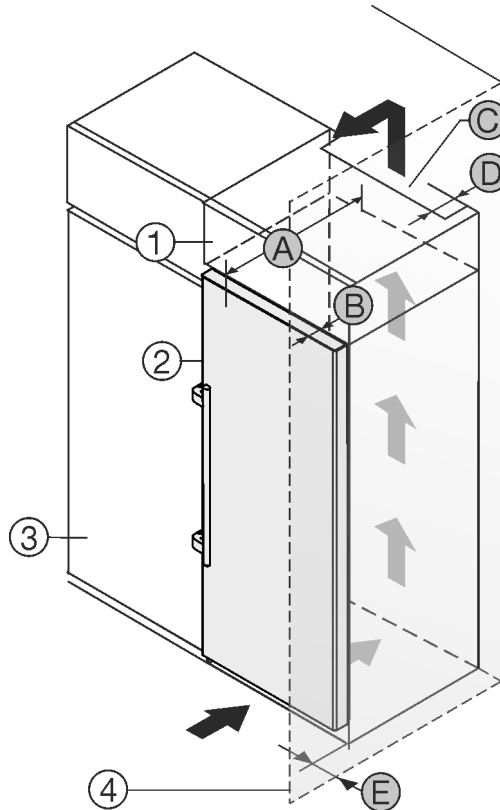

Fig. 1
- (1) Nadstavná skriňa
- (2) Zariadenie
- (3) Kuchynská skriňa
- (4) Stena
- (A) Hĺbka zariadenia
- (B) Hĺbka dvier
- (C) Prierez vetracieho otvoru
- (D) Vzďialenosť zadnej strany zariadenia
- (E) Vzďialenosť od boku zariadenia
Zariadenie môžete inštalovať priamo vedľa kuchynskej skrine Fig. 1 (3).
Na zadnej strane nastavnej skrine musí byť vetracia šachta s hĺbkou Fig. 1 (D) cez celú šírku nastavnej skrine.
Pod stropom miestnosti sa musí dodržať prierez vetracieho otvoru Fig. 1 (C).
Ak zariadenie nainštalujete so závesmi vedľa steny Fig. 1 (4), tak vzdialenosť medzi zariadením a stenou musí byť minimálne 57 mm. To zodpovedá presahu držadla pri otvorených dverách.
Aby ste mohli dvere úplne otvoriť, zariadenie musí vyčnievať o hĺbku dverí Fig. 1 (B) prednej časti kuchynskej skrine. V závislosti od hĺbky kuchynských skriň Fig. 1 (3) a použitia dištančných držiakov na stenu môže zariadenie prečnievať ešte viac.